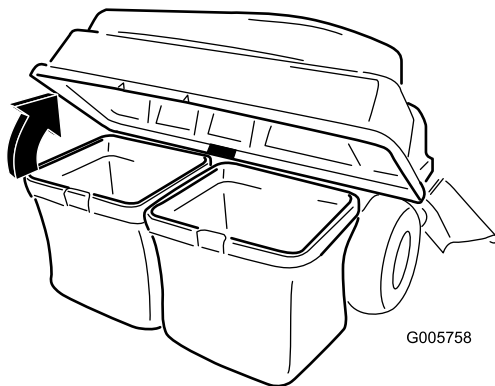

Figura 22
3. Abra (eleve) a parte superior do depósito de recolha de relva (Figura 22).